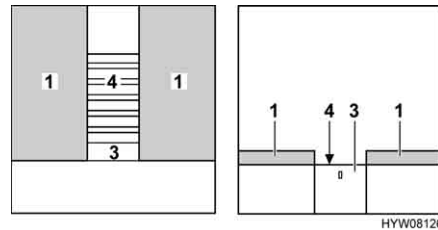

Fig. 68 Pendant la transformation
- Faire ressortir le sommier à lattes complètement (Fig. 68,4). Tirer pour ce faire sur le tiroir (Fig. 68,3).